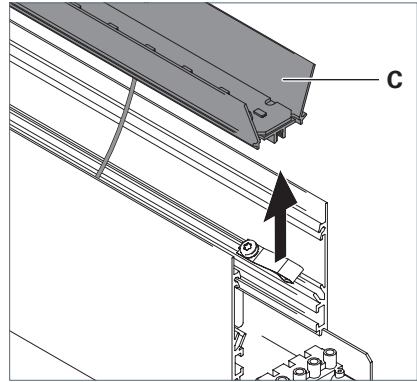

Fig. 20: Reflektor herausnehmen.
- Nehmen Sie den Reflektor **C** aus der Leuchte heraus und legen Sie ihn neben die Leuchte, siehe Fig. 20.